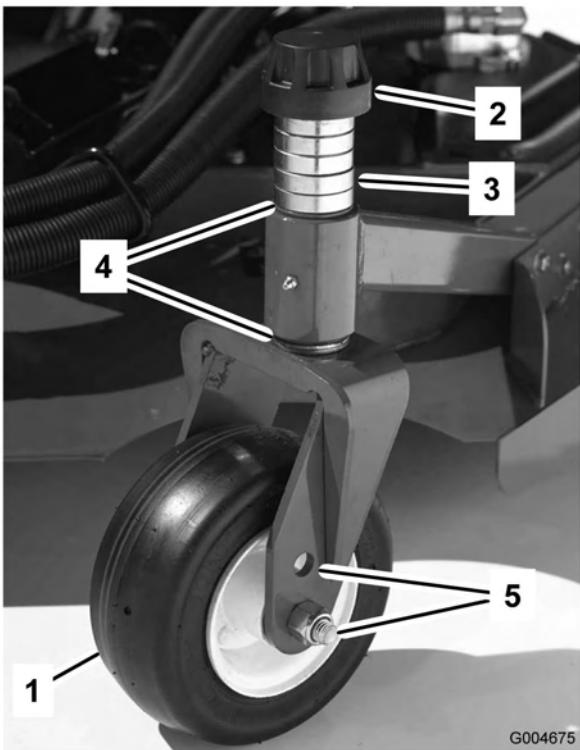

Bild 18
1. Stecken Sie die Laufradachsen in allen Gabeln in die gleichen Löcher (Bild 18 und Bild 20). Siehe die nachstehende Tabelle, um das richtige Loch für die jeweilige Einstellung festzustellen.
2. Entfernen Sie die Spannkappe von der Spindelwelle (Bild 18) und ziehen die Spindel aus dem Laufradarm heraus. Ziehen Sie zwei Beilagscheiben (3 mm) so auf die Spindelwelle, wie sie ursprünglich montiert waren. Diese Beilagscheiben sind erforderlich, um alle Mähwerke über die Breite auf ein Niveau zu bringen. Ziehen Sie die erforderliche Anzahl von 13 mm Distanzstücken (siehe die nachstehende Tabelle) auf die Spindelwelle, um die gewünschte Schnitthöhe herbeizuführen; ziehen Sie dann die Scheibe auf die Welle auf.